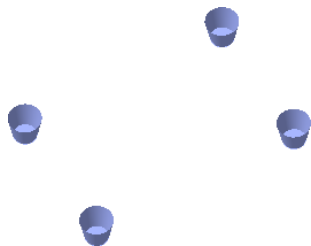

图 22.21 复制曲面
- (2) 单击 **模具** 功能选项卡 **操作** ▾ 区域中的 复制 按钮。
- (3) 单击 **模具** 功能选项卡 **操作** ▾ 区域中的 粘贴 按钮。此时系统弹出 **曲面: 复制** 操控板。
- (4) 单击操控板中的“完成”按钮 。
Step4. 参照 Step3 复制剩余三个参考模型中的曲面, 完成如图 22.21 所示。